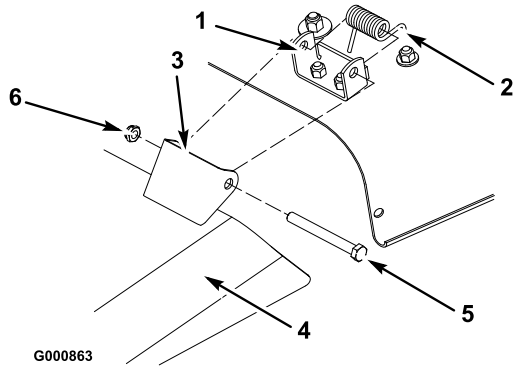

Figure 54
- Retirez le contre-écrou, le boulon et le ressort qui fixent le déflecteur aux supports du plateau de coupe (Figure 54). Enlevez le déflecteur s'il est endommagé ou usé.
- Placez les ressorts dans les supports du plateau de coupe, les extrémités crochues engagées sur la partie arrière surélevée (Figure 54).
- Placez le déflecteur d'herbe en face des trous des supports et les extrémités droites des ressorts dans l'espace sous la charnière et au-dessus du déflecteur (Figure 54).